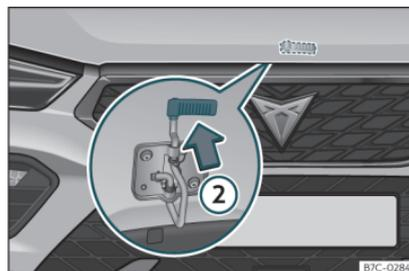

Fig. 200 Leva sotto il cofano del vano motore.
- Per sollevare il cofano del vano motore, tirare verso l'alto la levetta sporgente da sotto il cofano stesso»» fig. 200 ②. Il cofano viene disimpegnato dal gancio che lo trattiene.